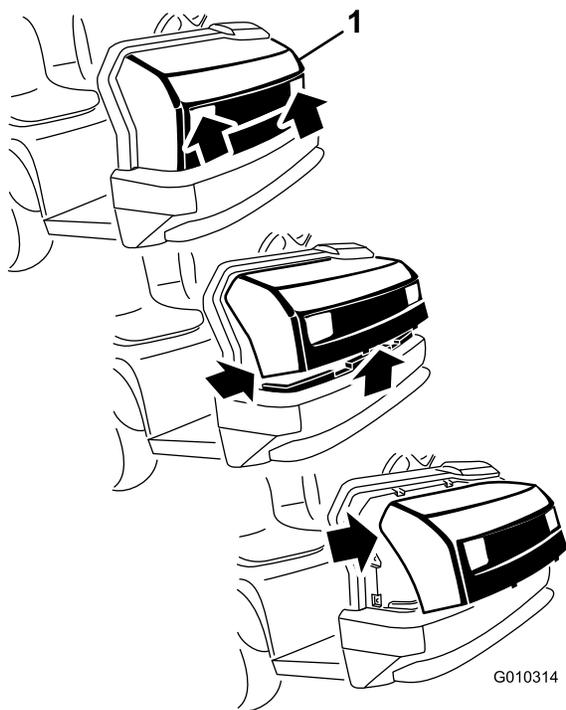

図 37
- ヘッドライトの開口部でフードをつかみ、フードを持ち上げて、下側の取り付けタブをフレームの穴から外す（図 37）。
2. フードの下側を手前に持ち上げてから下に引っ張り、上側の取り付けタブをフレームの穴から外す (図 37)。
3. フードの上側を手前に倒し、ヘッドライトからワイヤコネクタを抜く (図 37)。